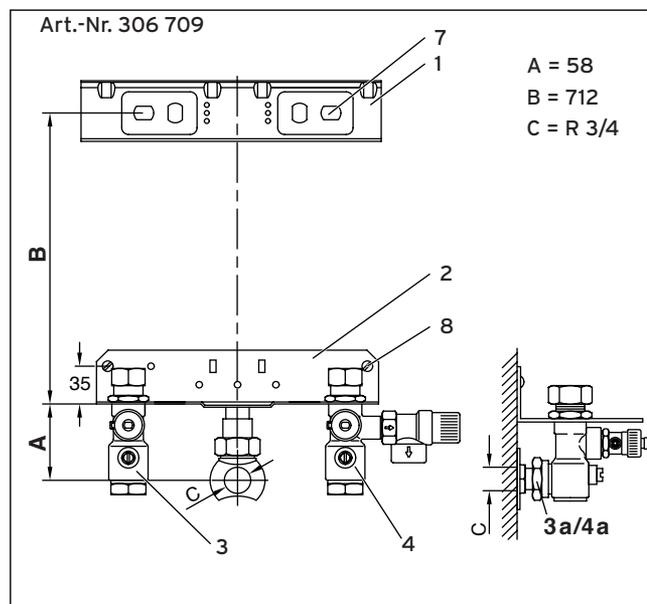

Abb. 3.4 Anschlusskonsole VC (Unterputzinstallation)
- Ermitteln Sie mit Hilfe der dem Gerät beiliegenden Montageschablone die Befestigungsbohrungen für den Halter (1) und die Anschlusskonsole (Zubehör) (2) (s. Abb. 3.4 und 3.5).
- Befestigen Sie den mitgelieferten Halter (1) an der Wand.
- Montieren Sie die Anschlusskonsole (2).
- Setzen Sie das Gerät von oben auf den Halter auf, und führen Sie gleichzeitig die Anschlussrohre für Heizungsvorlauf (3) und -rücklauf (4) in die entsprechenden Anschlüsse an der Anschlusskonsole ein.